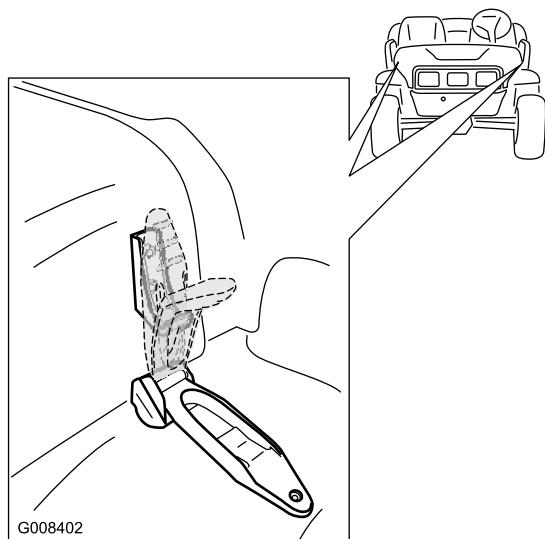

Bild 25
1. Heben Sie den Hebel der Gummriegel an jeder Seite der Motorhaube an (**Bild 25**).
2. Fluchten Sie die Gummriegel auf den Riegelankern an jeder Seite der Motorhaube aus, um die Motorhaube zu befestigen (**Bild 25**).